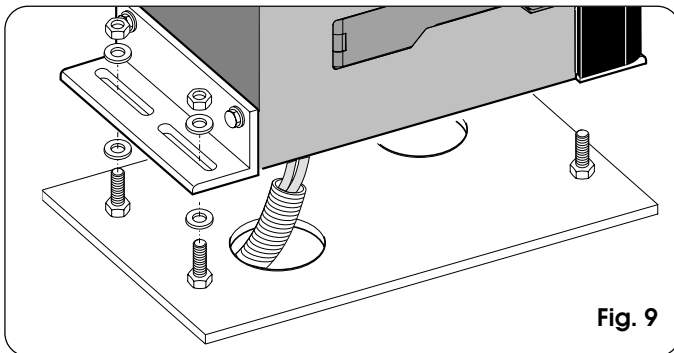
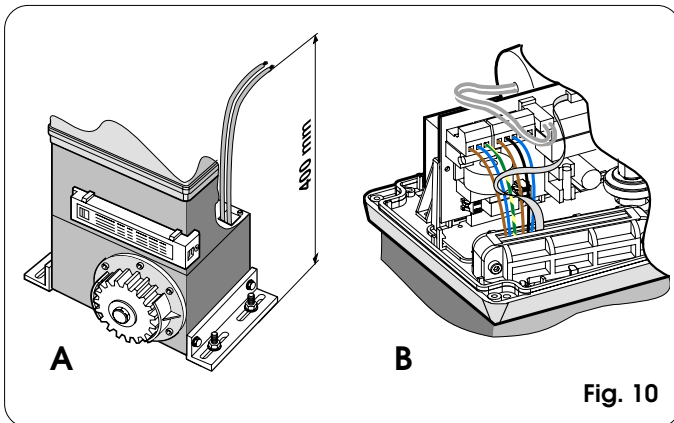

Fig. 9
Fig. 10
- 3) Coloque el operador sobre la placa, utilizando las arandelas y tuercas suministradas en dotación, como se indica en la Fig.9. Durante dicha operación haga pasar los cables a través del específico conducto situado en el semicuerpo inferior del operador (Fig.10 - Ref. A).
Para acceder al equipo electrónico, haga pasar los cables a través del específico orificio, utilizando para ello el sujetacables con goma suministrado en dotación. Preste especial atención a desvainar todos los cables, a fin de que el sujetacables sólo apriete los hilos (Fig.10 - Ref. B).